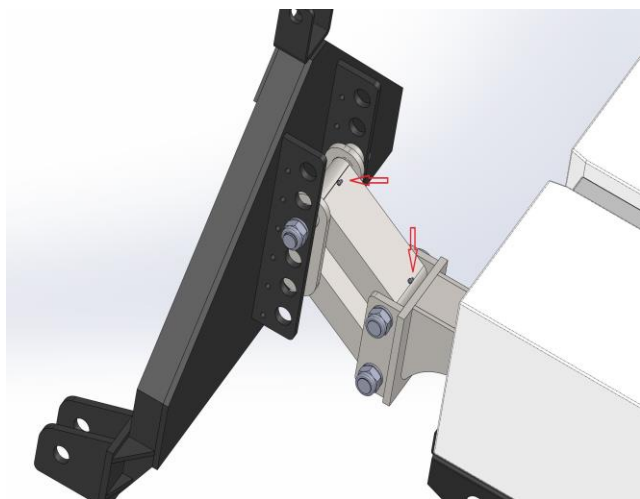

Fig.4 Ovanifrån av dragstången
- Smörj på ställen som är markerade (fig. 4; 5 och 6)